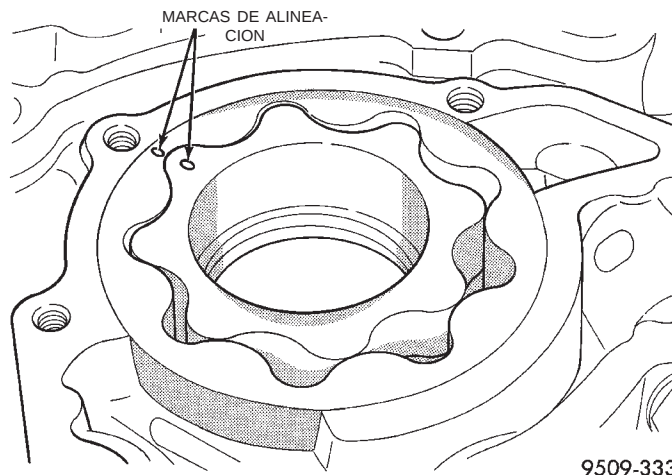

Fig. 103 Marcas de alineación de los rotores interno y externo
(1) Ensamble la bomba, recubriendo las piezas nuevas que fueran necesarias con aceite limpio. Alinee las marcas en los rotores interno y externo, cuando realice el armado (Fig. 103).